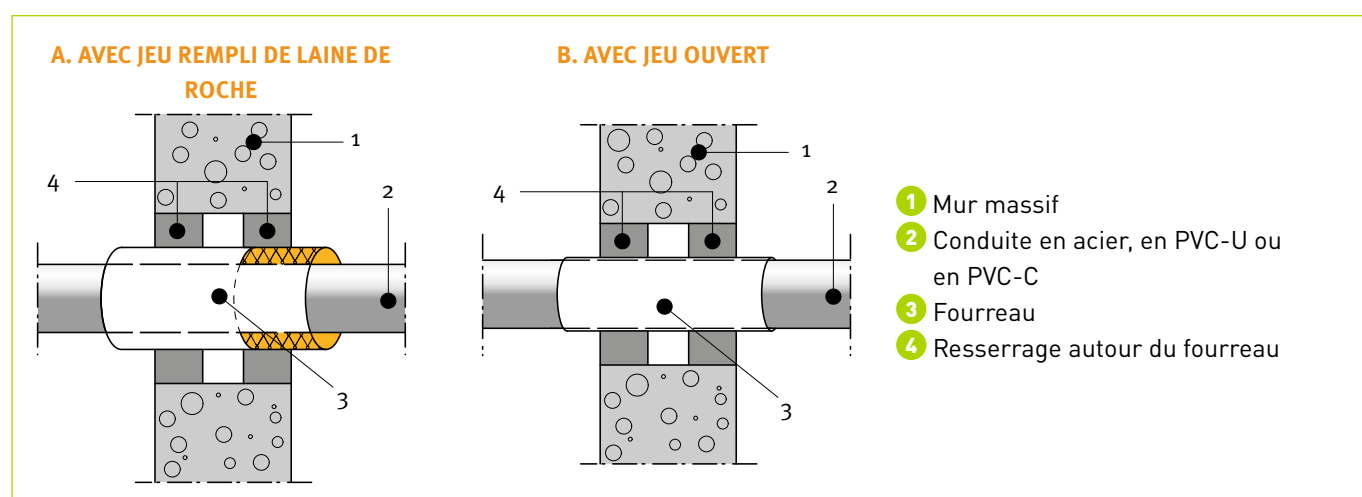

Fig. 3 Traversée d'un mur massif résistant au feu par une conduite en acier ou en PVC : obturation avec un fourreau.
Cette solution est illustrée à la figure 3. Elle est en partie identique à la solution précédente, à la différence près que, dans ce cas-ci, la conduite peut avoir un diamètre supérieur à 50 mm grâce à la protection d'un fourreau au droit de la traversée, qui permet de garantir la résistance au feu (voir le tableau 2 ci-dessous).
- Conduites : la solution représentée à la figure 3 s'applique aux traversées simples de conduites sanitaires, de conduites de chauffage et de conduites de gaz. Ces conduites peuvent être incombustibles (acier), en PVC-U ou en PVC-C. Leur diamètre maximal autorisé est indiqué au tableau 2. Tableau 2 Diamètre maximal des conduites intégrées dans un fourreau en métal ou en PVC pour une traversée E 60 dans une paroi EI 60. Longueur du fourreau (L) et jeu Diamètre maximal de la conduite Fourreau en métal (L = 140 mm) Jeu ouvert (maximum 4 mm) 90 mm Fourreau en métal (L = 300 mm) Jeu ouvert ou rempli de laine de roche 110 mm Fourreau en PVC (L = 140 mm) Jeu ouvert (maximum 4 mm) 40 mm